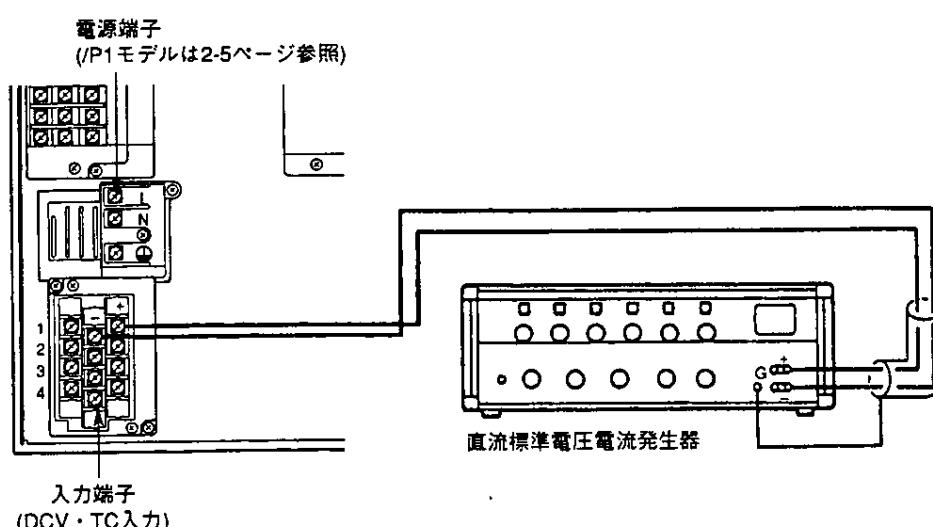

図4.18 ペンモデル(打点モデルも同様です)
(1) 図4.18～図4.20のように配線し、各機器を十分ウォームアップします